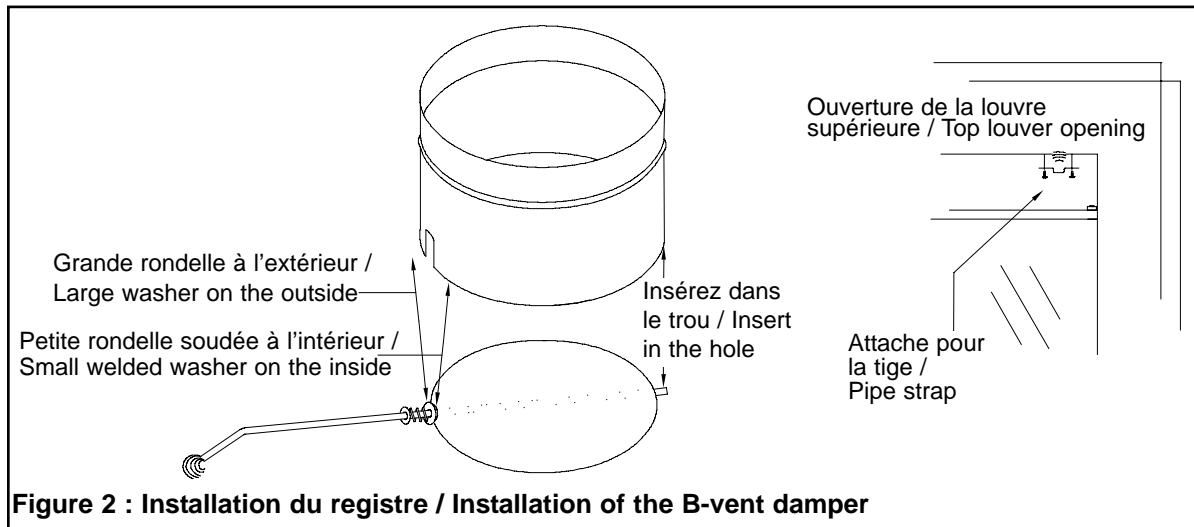

Figure 2 : Installation du registre / Installation of the B-vent damper
6. Insérez le registre à travers l'ouverture de la louvre supérieure en le tenant par la poignée de bois. Insérez l'extrémité de la tige du registre dans le trou de l'amorce d'évent B puis glissez la tige à travers la fente arrondie sur le devant de l'amorce d'évent B. Assurez-vous que la petite rondelle soit bien du côté intérieur de l'amorce d'évent B tandis que la grande rondelle et le ressort doivent être à l'extérieur. Le registre devrait tenir en place et être en mesure de pivoter librement autour de la tige. Fixez la tige à l'aide de l'attache et des vis auto-taraudeuses fournies (voir Figure 2).
6. While holding the B-vent damper by the wood handle, insert the B-vent damper through the top louver opening. Insert the B-vent damper rod through the hole in the B-vent starter and then through the single rounded slot. Make sure that the small washer is on the inside and that the large washer and spring are on the outside of the B-vent starter. The B-vent damper should stay in place and be able to turn. Install the pipe strap, with the self-tapping screws provided, to hold the B-vent damper rod in place (see Figure 2).